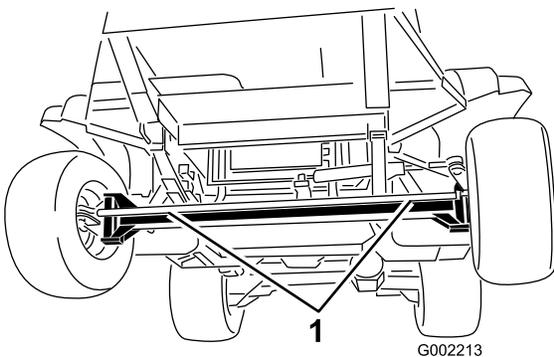
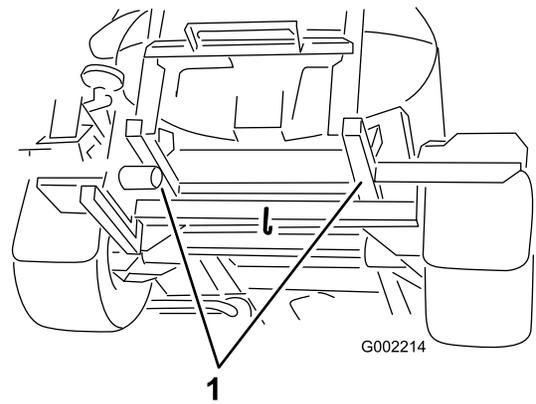

Bild 28
Bild 29
2. Befestigen Sie ein Abschleppseil am Rahmen. Siehe Abschlepppunkte vorne und hinten in Bild 28 und Bild 29.